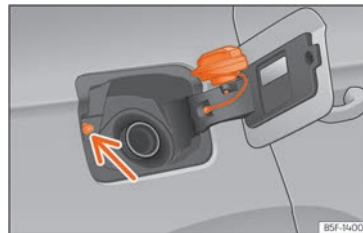

Fig. 236 Tampa do depósito com o tampão encaixado.
Evite tocar no botão de travagem da tampa de combustível » **Fig. 236** (seta). O sistema entenderá que acabou e não poderá continuar a abastecer. Volte a pressionar o botão  da porta do condutor para continuar.
- Coloque-a no espaço existente na dobradiça da tampa aberta » **Fig. 236**.